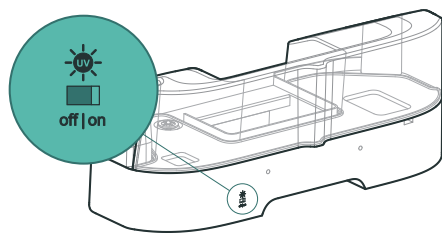

Рис. 20
Управление работой УФ-лампы увлажнителя производится с лицевой стороны блока увлажнителя, см. рисунок 20. Предусмотрено два режима: «off» (УФ-лампа выключена) и «on» (УФ-лампа включена).
1. Снимите лицевую панель (п. 1, рисунок 20а);
2. Открутите винты и снимите сервисную панель (п. 2, рисунок 20а);
3. Извлеките из корпуса устройства все новые фильтры (п. 3, 4, 5, рисунок 20а);